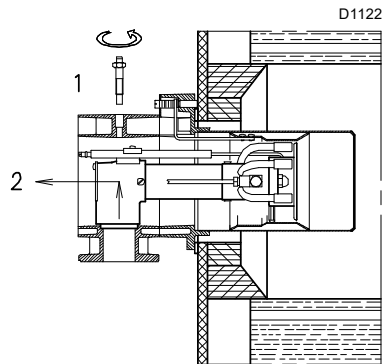

Fig. 15
- Desenroscar el tornillo 1) y extraer la parte interna 2)(Fig. 15).